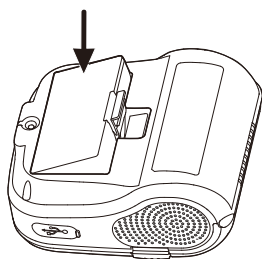

图1
- (1) 安装或拔下电池时，请确保打印机的电源关闭。
- (2) 如下图1所示，按照箭头方向将电池插入打印机后面的电池槽。向下按压电池直到卡扣卡入位。